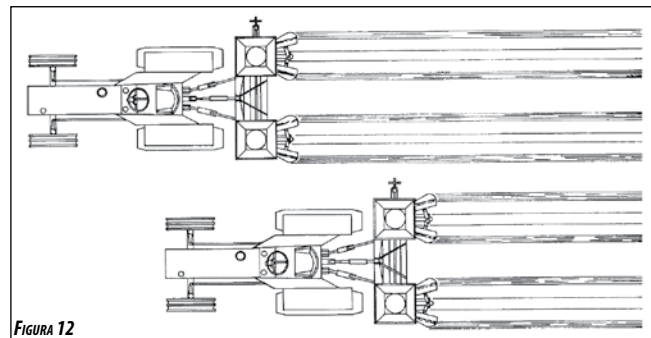

FIGURA 12
- Sistema de dois sulcos de cada vez conforme **Figura 12**.